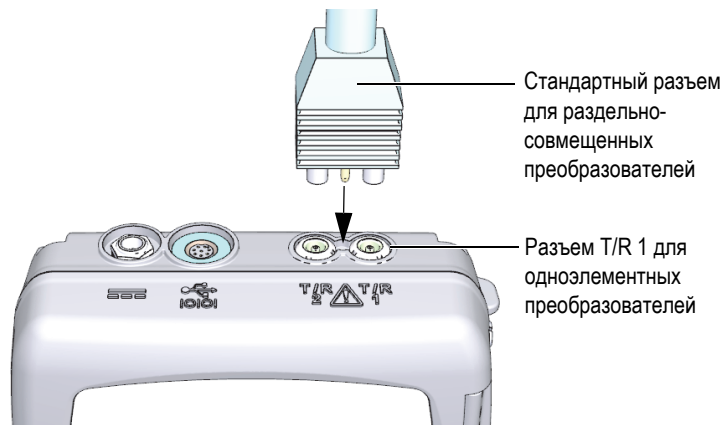

Рис. 5-1 Подключение преобразователя
1. Подключите преобразователь к разъему для преобразователей, расположенному в верхней части прибора 38DL PLUS (см. Рис. 5-1 на стр. 60). Используйте разъем T/R 1 для одноэлементного преобразователя.